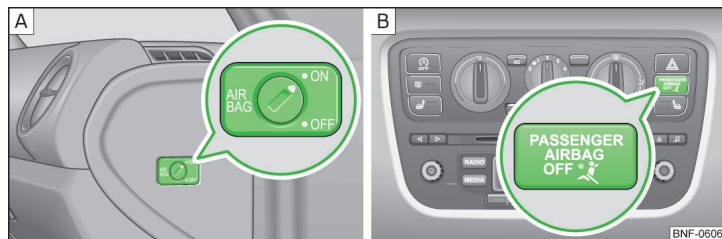

Fig. 10 Conmutador de llave para el airbag lateral del acompañante/Testigo para el airbag delantero del acompañante
- El testigo de control **PASSENGER AIRBAG OFF**  » fig. 10 de la página 20 - [B] se enciende tras conectar el encendido.
- Gire con la llave del vehículo cuidadosamente la ranura del conmutador de llave a la posición **OFF** » fig. 10 [A] - [A].
- Compruebe si, tras conectar el encendido, se enciende el testigo **PASSENGER AIRBAG OFF**  » fig. 10 - [B].
- Gire con la llave del vehículo cuidadosamente la ranura del conmutador de llave a la posición **ON** » fig. 10 [A] - [A].
- Compruebe si, tras conectar el encendido, no se enciende el testigo **PASSENGER AIRBAG OFF**  » fig. 10 - [B].